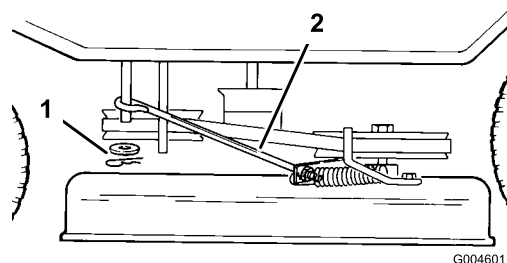

Figura 40
11. Retire el pasador y la arandela del brazo de control de la cuchilla en el lado izquierdo del cortacésped (Figura 40).
17. Coloque la varilla de control de las cuchillas en el brazo de control de las cuchillas y fíjela con la arandela y el pasador (Figura 40).